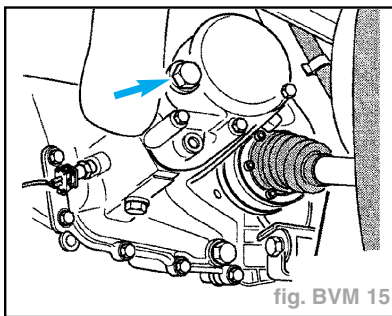

fig. BVM 15
- Dévisser complètement la vis pour le contrôle de l'huile de boîte (flèche) (fig. BVM 15).